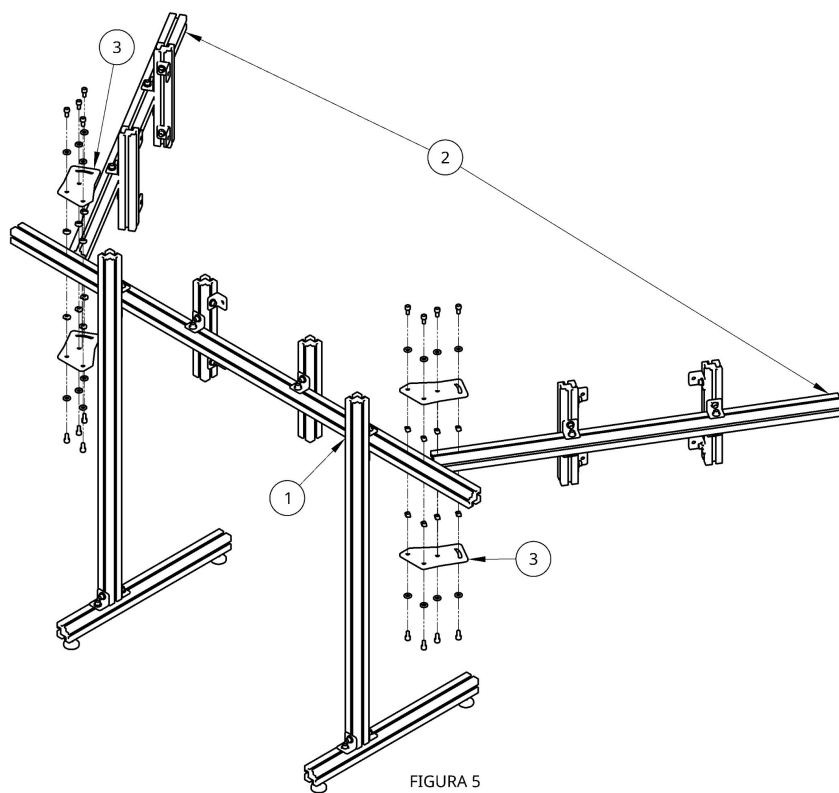

FIGURA 5
Com a parte frontal (1) já montada, encoste as travessas laterais (2), conforme mostra a Figura 5. Use as chapas reguladoras (3) para fixá-las.